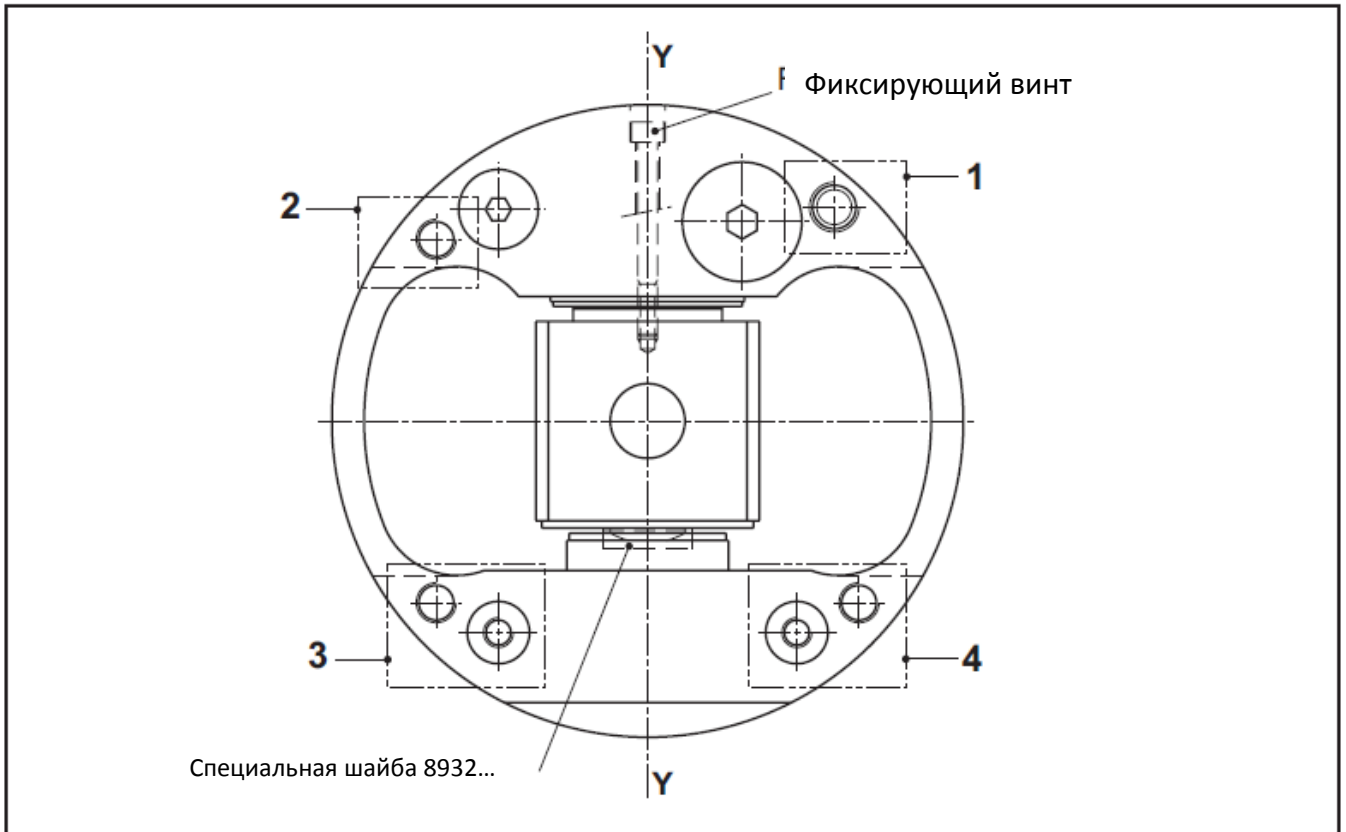

рисунок 10
2. Соберите детектор, закрепленный горизонтально на станке, так близко, как возможно на переднем подшипнике (смотрите рисунок 10).
3. Пронумеруйте переднюю часть патрона AXN в направлении, противоположном вращению, разделив ее на 8 частей (каждая по 45°, смотрите рисунок 10).
Оператор должен аккуратно закрепить эти веса (смотрите рисунок 10).